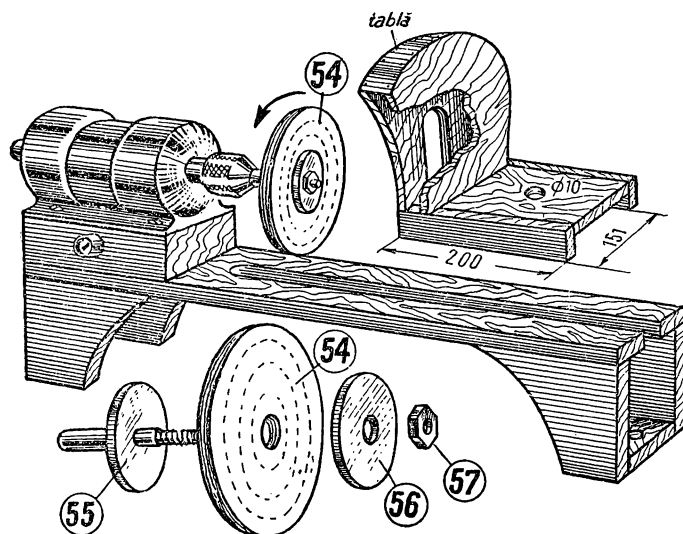

Fig. 21.
Cei care au intenția să se ocupe de prelucrarea materialelor plastice vor simți nevoia unui dispozitiv de lustruire. Problema se rezolvă cît se poate de ușor. Din cîteva bucăți de finet se poate confecționa un disc de lustruit (54), prezentat în figura 21. Iată cum procedați: luați 15—20 de bucățele pătrate de finet cu laturile de aproximativ 130 mm. Cu un creion trasați pe ultima bucățică mai multe cercuri concentrice. Apoi cu un ac mare și cu sfoară subțire veți coase pe fiecare cerc trasat (fig. 21) astfel ca să se formeze un pachet rigid. Ultimul cerc fiind diametrul exterior al discului nu se coase. Pe acest cerc se va tăia cu foarfecele sau cu un cuțit bine ascuțit tot conturul. În centrul discului se face o gaură de 10—12 mm.
Și acum un amănunt foarte important : în timpul lucrului cu polizorul sau chiar cu discul de finet sar o mulțime de granule din piatră sau scame din disc. Acestea prezintă pericolul că pot intra în ochi. De aceea va trebui ca în timpul lucrului să purtați ochelari de protecție sau să executați o apărătoare (fig. 21 b). Ea se montează deasupra pie-trei de polizor sau a discului de finet. Montarea apărătorii se face tot pe batiul strungulețului. Prin ruptura făcută în desenul apărătorii, se poate ob-serva un canal vertical. Prin el trece axul polizoru-lui sau al periei. Piatra sau peria vor intra între cei doi pereți laterali. Apărătoarea se poate confecționa din lemn de brad și se poate înveli cu tablă subțire sau placaj. După executare o veți vopsi cu duc-roșu.